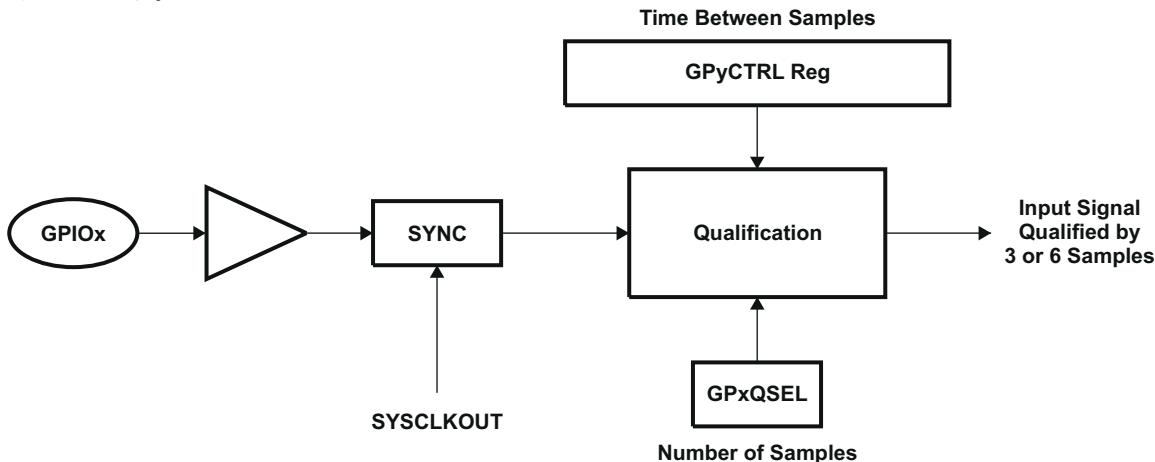

図 8-19. サンプリング・ウインドウを使用したフィルタリング
- サンプリング期間を GPxCTRL レジスタの QUALPRD ビットで指定します。8 つの信号グループに対してまとめて設定できます。入力信号をサンプリングする期間として、SYSCLKOUT のサイクル数を指定します。サンプリング・ウインドウは、3 サンプルまたは 6 サンプルのどちらかです。図 8-19 \(6 サンプル・モードの場合\) に示すように、すべてのサンプルが同じ (すべて 0 またはすべて 1) である場合のみ出力が変更されます。